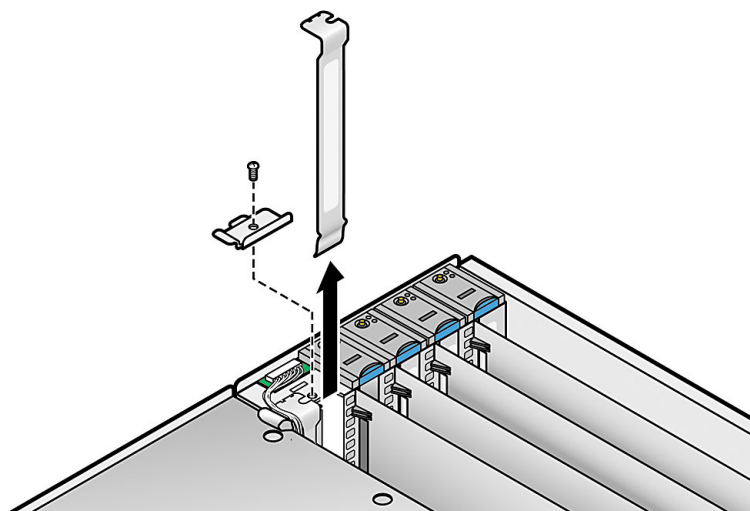

図 4-6 MRL がない縦型スロットでの PCI カードの取り外しまたは取り付け
- MRL がないスロットのカードを交換する場合は、スロットから固定ねじおよび固定留め具を外します (図 4-6 を参照)。